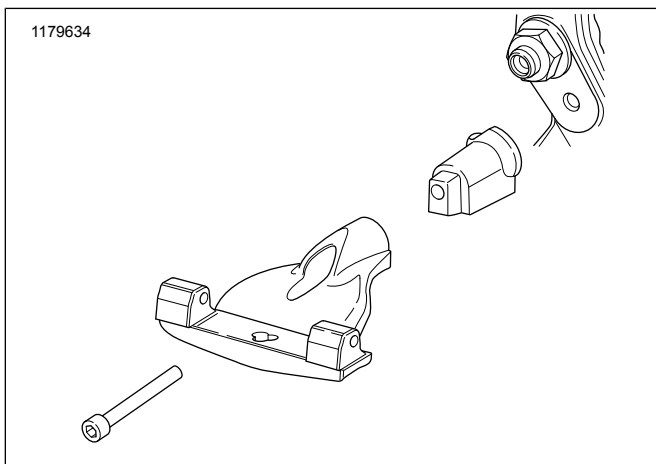

Afbeelding 3. Kogel en veer monteren
5. Zie Afbeelding 3. Schuif de veer in het bevestigingsgat in de treeplanksteun. Plaats de kogel bovenop de veer.